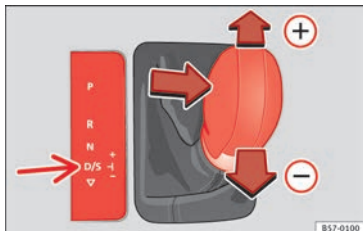

Fig. 181 Consola central: cambiar con tiptronic.
- Tire de la palanca selectora hacia adelante (+) para insertar una marcha superior »» **fig. 181**.